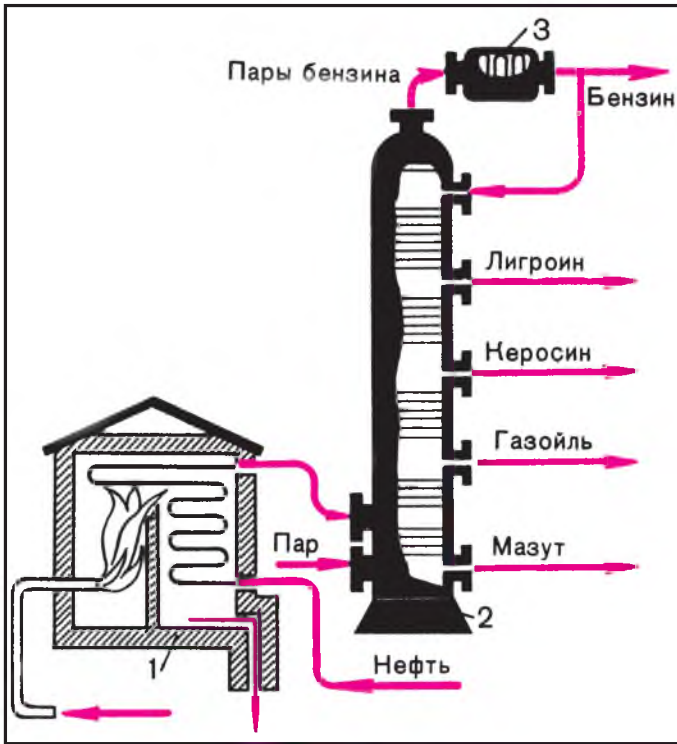

Рис. 27. Схема трубчатой установки для непрерывной перегонки нефти: 1 — трубчатая печь; 2 — ректификационная колонна; 3 — холодильник.
**Перегонка нефти.** Способ получения нефтепродуктов путем отгонки из нефти одной фракции за другой, подобно тому как это осуществляется в лаборатории (с. 94), для промышленных условий неприемлем. Он очень непроизводителен, требует больших затрат и не обеспечивает достаточно четкого распределения углеводородов по фракциям в соответствии с их молекулярной массой. Всех этих недостатков лишен способ перегонки нефти на непрерывно действующих трубчатых установках (рис. 27).